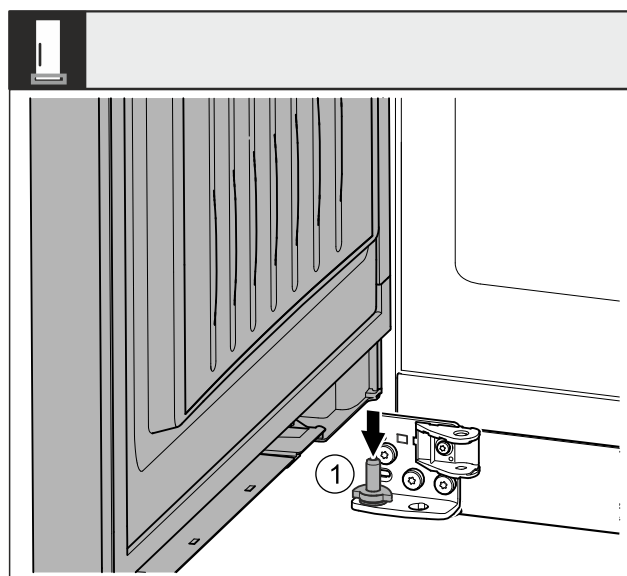

Fig. 42
- Inserire la porta dall'alto sul perno di supporto Fig. 42 (1) inferiore.